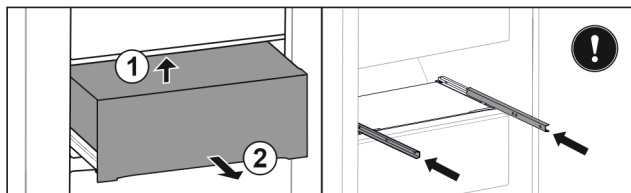

Fig. 52
- ▶ Ridicați sertarul de jos spate. Fig. 52 (1)
- ▶ Extrageți sertarul spre înainte. Fig. 52 (2)